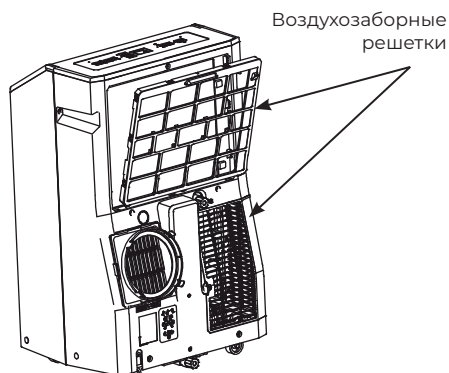

Рис. 26
1. Откройте крышку воздухозаборной решетки и извлеките фильтры согласно рис. 26.